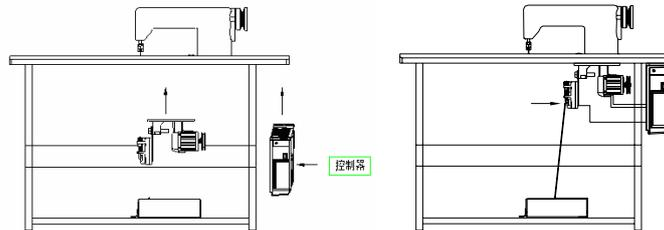

图 2-2 电机安装示意图
**第二步:** 安装电机 (见图 2-2)。将电机吊上吊装螺栓后紧固。